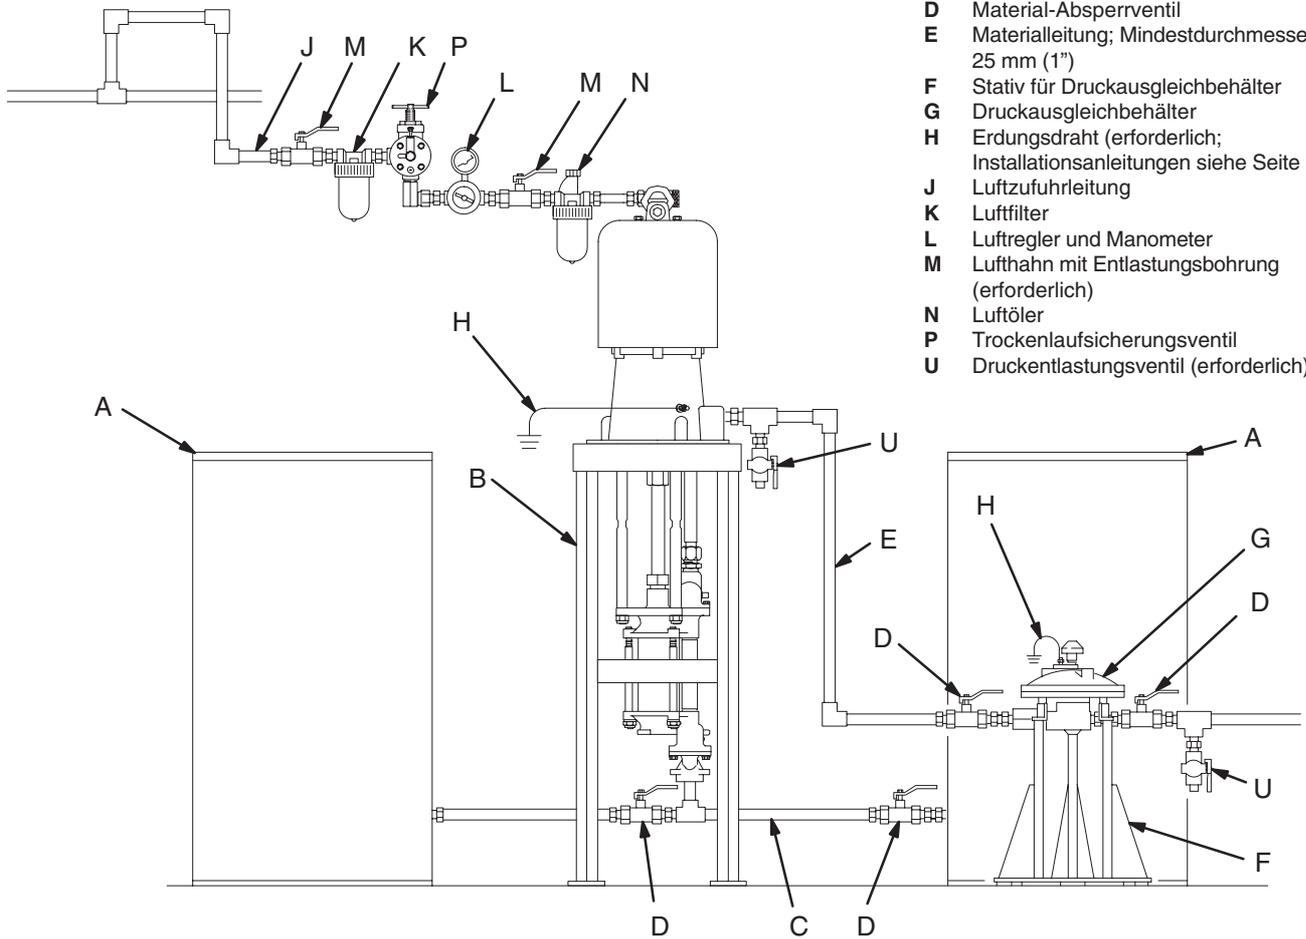

Abb. 4
Diese Pumpe kann an einem Bodenständer, einem Fahrgestell, einer Wandhalterung oder einem Fass befestigt werden. Bei dem in Abb. 4 und 5 gezeigten Bodenständer handelt es sich um das Modell 220581.
1. Der Luftöler (N) schmiert den Luftmotor automatisch und verhindert dadurch Korrosion. Siehe Abb. 4.
2. Der Lufthahn mit Entlastungsbohrung (M) dient zum Ablassen von Luft, die sich nach dem Schließen des Lufthahns zwischen diesem Hahn und dem Motor aufgestaut hat. Einen Lufthahn in der Nähe der Pumpe nach dem Luftregler installieren. Einen zweiten Lufthahn vor allen anderen Zubehörgeräten der Luftleitung installieren, um die Zubehörgeräte für Servicearbeiten isolieren zu können.
3. Der Luftregler (L) regelt die Geschwindigkeit der Pumpe.
4. Das Trockenlaufsicherungsventil (P) schaltet die Luftzufuhr zur Pumpe ab, wenn die Pumpe eine voreingestellte Geschwindigkeit überschreitet. Wenn eine Pumpe zu schnell läuft, kann sie beschädigt werden.
5. Der Luftfilter (K) entfernt Schmutz und Feuchtigkeit aus der Druckluftzufuhr.
6. Die Luftzufuhrleitung (J) muss entsprechend dimensioniert sein, um eine Versorgung des Motors mit einem entsprechenden Luftvolumen zu gewährleisten.